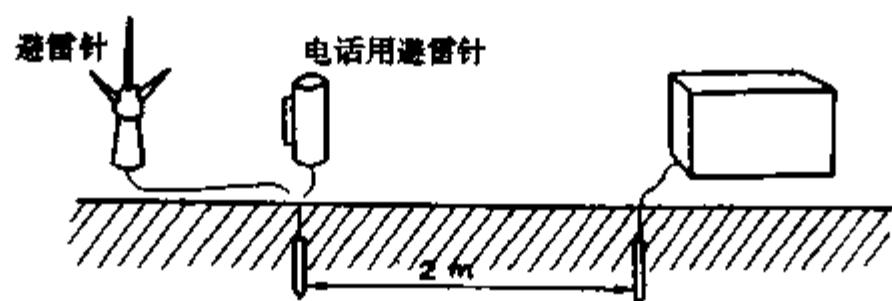

图 3-34 应在离开电杆 2m 或更远处设置接地线
(5) 错误的接地法示例。切勿将接地线接到以下装置上:
① 水管。因水管的中间管段可能用乙烯塑料管,所以这样接地是无效的。
② 煤气管。
③ 在电灯杆和电话线附近 2m 内不埋接地棒,如图 3-34 所示。
④ 有腐蚀接地棒的气体或酸存在的地方。
⑤ 交通繁忙的地方。
(6) 接地线应使用线径为  $1.6mm$  或截面大于  $2.0mm^2$  的铜导线。